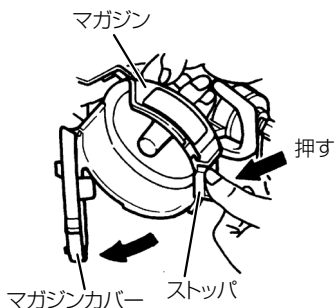

図 6
(1) マガジンに釘を入れる
- マガジンのストッパを押し、カバーを開きます。(図6)